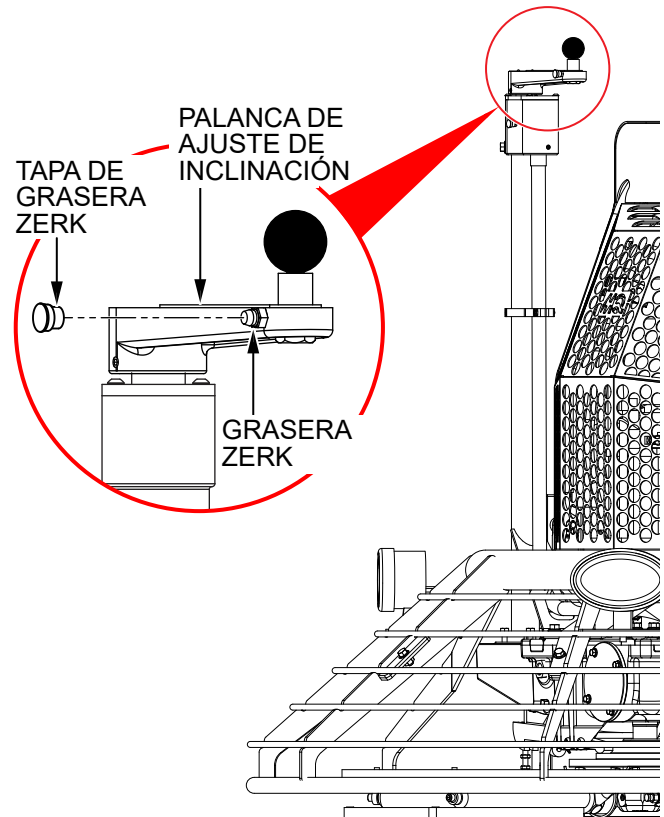

Figura 38. Lubricación de la palanca de ajuste de inclinación
1. Localice la grasería Zerk junto a la perilla de una de las palancas de ajuste de inclinación (Figura 38). Quite la tapa de la grasería Zerk y póngala a un lado.